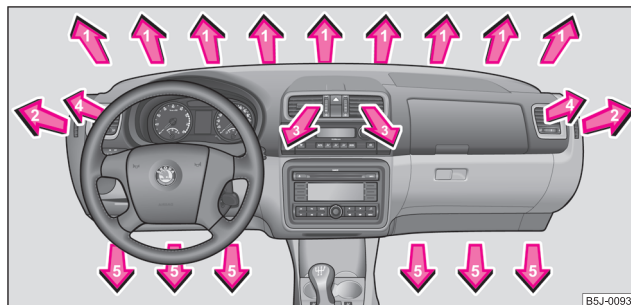

Fig. 96 Gurile de ventilație a aerului
- Gurile de ventilație 4 ⇒ pagina 82, fig. 96 deschise și îndreptate spre geamurile laterale.
- Gurile de ventilație 4 ⇒ pagina 82, fig. 96 deschise și îndreptate spre geamurile laterale